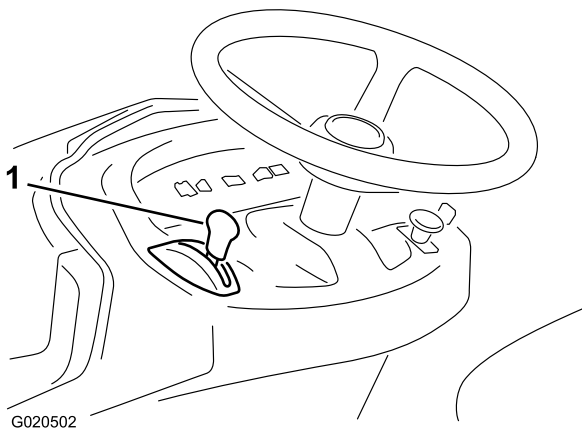

Bild 9
6. Schieben Sie den Gasbedienungshebel ganz nach vorne in die Choke-Stellung, wenn Sie einen kalten Motor anlassen (Bild 9).
8. Schieben Sie den Gasbedienungshebel langsam auf Schnell (Hase) (Bild 9), sobald der Motor angesprungen ist.
1. Stellen Sie den Gasbedienungshebel auf Langsam (Bild 9).
2. Drehen Sie den Zündschlüssel auf die Aus-Stellung (Bild 9).